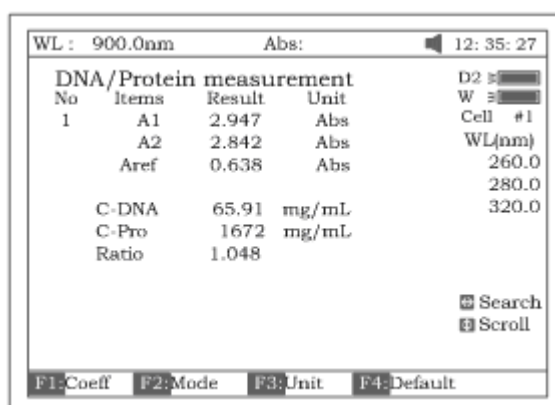

Рисунок 65
- Поставьте кювету с образцом на пути луча, нажмите **[СТАРТ/СТОП]**, чтобы начать анализ пробы. Результаты анализа будут выведены на экран (рис.65).